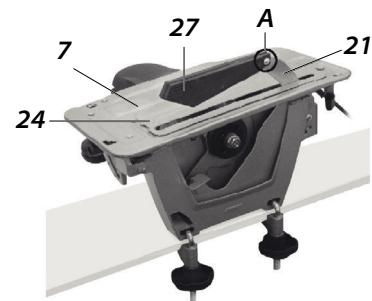

Рис. 6
г) Для проведения мелких стационарных работ пила устанавливается на горизонтальной поверхности верстака на неподвижный кожух и основную ручку так (Рис. 6). Фиксация на верстаке осуществляется с помощью отверстий (14) струбцинами (входящие в комплект).
2. Проверьте исправность пильного диска, наличие и правильность установки расклинивающего ножа (21) (Рис. 6).
4. Зафиксируйте пилу на горизонтальной поверхности прочного верстака или стола струбцинами (22) так, как показано на рис. 6.
5. Ручкой (10) отведите нижний защитный кожух, установите накладку стола (24) и зафиксируйте ее на столе винтом M4 из комплекта крепежа (23). Отпустите ручку защитного кожуха.
6. Установите дополнительный защитный кожух (27) на расклинивающий нож с помощью оси (A) (см. Рис. 6), вставив ее в отверстия кожуха и ножа. Зафиксируйте ось шплинтом из комплекта крепежа. Убедитесь, что дополнительный кожух может свободно подниматься и опускаться вокруг оси.
7. Струбцины (22) (Рис. 7), накладка стола (24) с ее винтом, дополнительный защитный кожух (27) (Рис. 6), ось (A) и ее шплинт используются только при стационарной работе пилы.